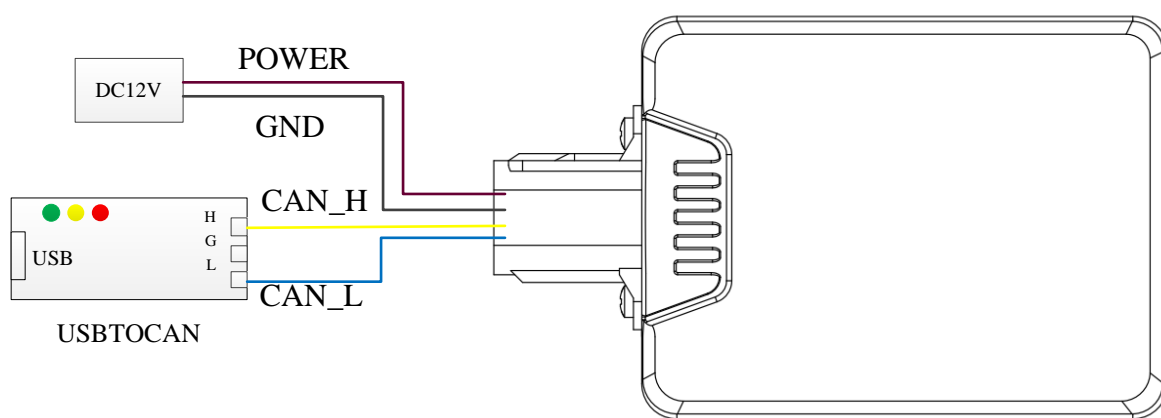

图 8 CANBUS 连接测试示意图
2) 《NSM Tools》使用如下图 8 所示 USBCAN 适配器与 CAR28F 通信，目前不支持其他类型的 USB2CAN 适配器,发货清单默认不包含 USBCAN 适配器。客户可以向纳雷客服获取 CAN 适配器链接地址自行购买，纳雷也可帮助客户进行代购。